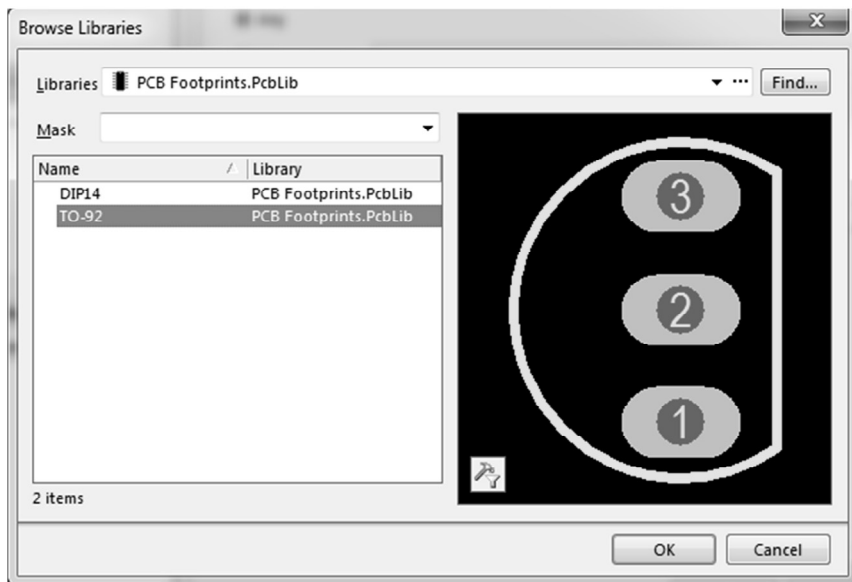

Рис. 2.18. Выбор ПМ из созданной библиотеки посадочных мест
5. Среди доступных библиотек ПМ выберите созданную вами. Ниже появится список ПМ компонентов, из которого необходимо выбрать ПМ для выбранного схемного компонента (рис. 2.18). Для транзистора NPN – это ПМ *TO-92*.